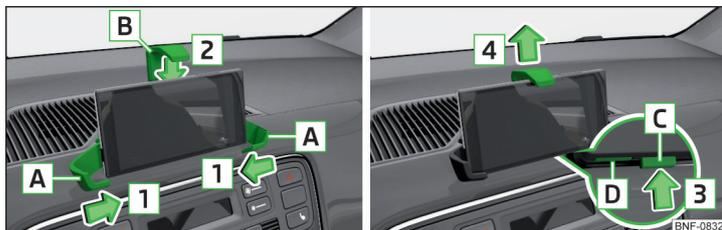

Fig. 77 Colocar el teléfono / Retirar el teléfono
- Colocar el teléfono entre los brazos **A**, desplazarlo en dirección de las flechas **1** y con eso fijar el teléfono » fig. 77.
- Presionar la tecla **C** en el sentido de la flecha **3**, el brazo **B** se mueve en la posición de inicio en el sentido de la flecha **4** » fig. 77.